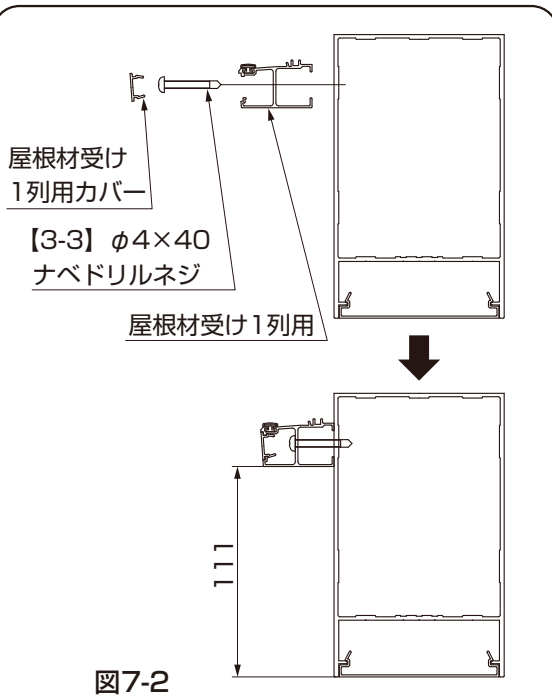

図7-2
- ②屋根材受け1列用をフレームに【3-3】で取付けてください。(図7-2参照)
- 屋根材受け1列用の取付位置がフレーム下面から111mmであることを確認してください。(図7-2参照)
- ③屋根材受け1列用カバーを屋根材受け1列用にはめ込んでください。